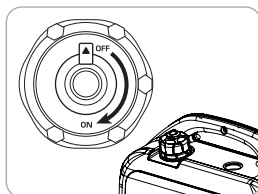

Fig. 4
3. Coloque el respiradero del tapón de combustible en la posición «ON» (véase Fig. 4).